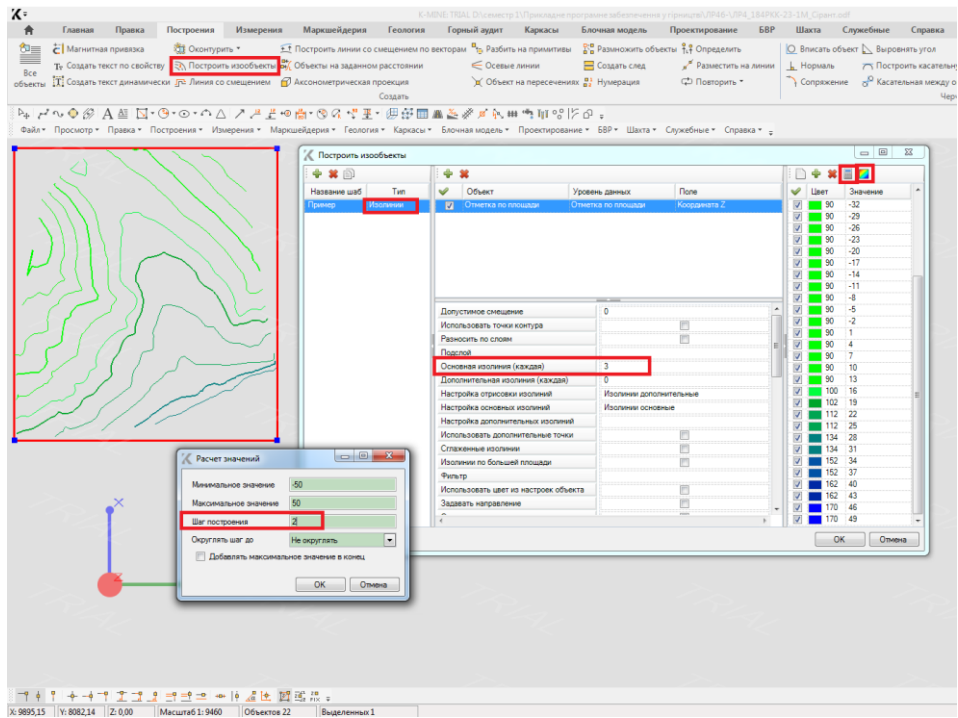

Рисунок 4.2 - Виконання завдання 3
3. Виконайте побудову ізоліній по всіх видимих об'єктах через кожні 2 м, кожна третя ізолінія – основна, градієнтне забарвлення (рис.4.2).